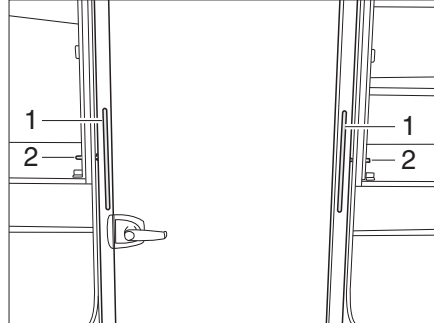
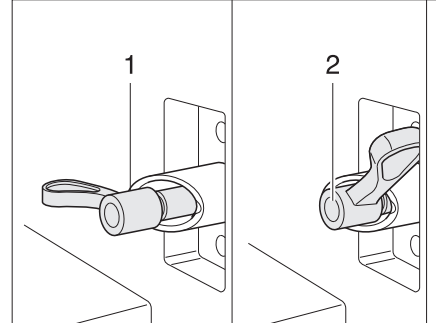

Fig. 222 Cabinet de toilette, poussé à l'intérieur
Fig. 223 Verrouillage cabinet de toilette
- Ouvrir les portes de la penderie des deux côtés du cabinet de toilette (Fig. 222).
- Faire faire un demi-tour aux verrous à ressort (Fig. 222,2) des deux côtés. La partie longue du levier de verrouillage doit se trouver à l'endroit le plus élevé de la douille en biseau (Fig. 223,1).
- Tirer à fond le cabinet de toilette sans le coincer par les poignées (Fig. 222,1).
- Refaire faire des deux côtés un demi-tour au verrou à ressort en sens inverse et le faire s'enclencher (Fig. 223,2).
- Pousser à fond le cabinet de toilette sans le coincer par les poignées (Fig. 222,1).
- Refaire faire des deux côtés un demi-tour au verrou à ressort en sens inverse et le faire s'enclencher (Fig. 223,2)